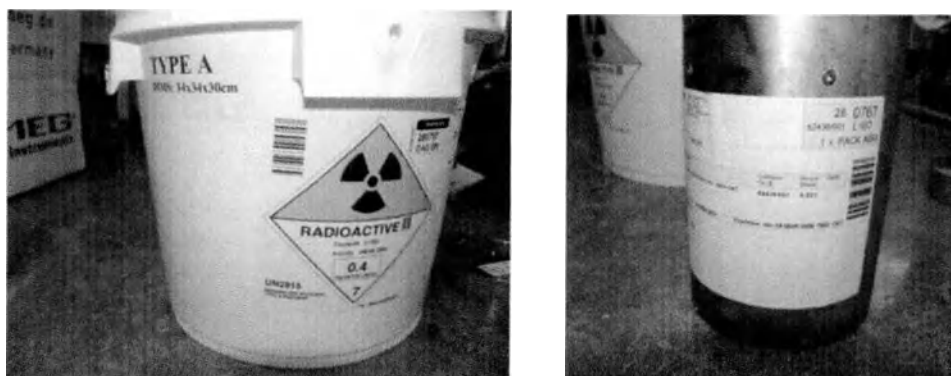

Рис. 1. Этикетки на транспортировочном ведре и транспортировочном контейнере
Новый источник поставляется в транспортировочном контейнере. Транспортировочный контейнер помещается в транспортировочное ведро (Рис. 1).
1. Измерьте значение дозы на поверхности транспортировочного ведра полученного источника (см. **Рис. 1**). Если в какой-либо точке вблизи транспортировочного ведра или на его верхней части мощность дозы превышает 350 мкЗв/ч или 35 мбэр/ч, немедленно поместите транспортировочное ведро в защищенное место и обратитесь в компанию Nucletron для получения дополнительных инструкций.